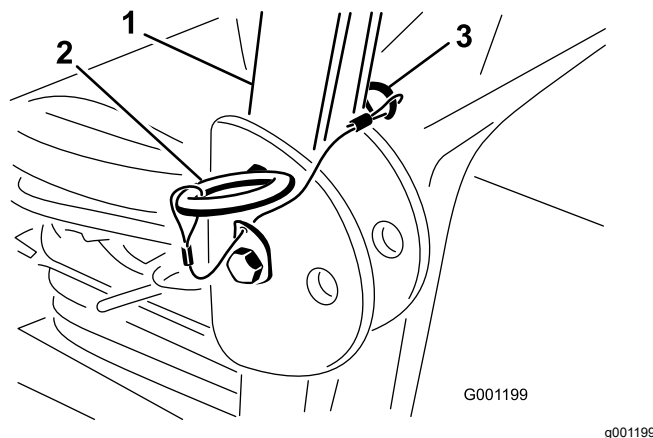

Figura 14
1. Com a barra de segurança na posição elevada, retire os pernos de gancho e os dois pinos (Figura 14).